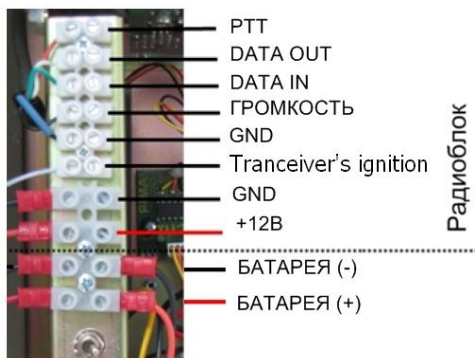

Рис. 9. Клеммный блок
8. Установите АКБ в кронштейн и подключите провода к клеммному блоку (см. Рис.9). Вставьте 10-ти амперный предохранитель в разъем плюсового провода батареи;
9. Если используется радиоблок, то подсоедините его к передней части кронштейна крепления АКБ и подключите его провода к клеммному блоку (см. Рис. 9);